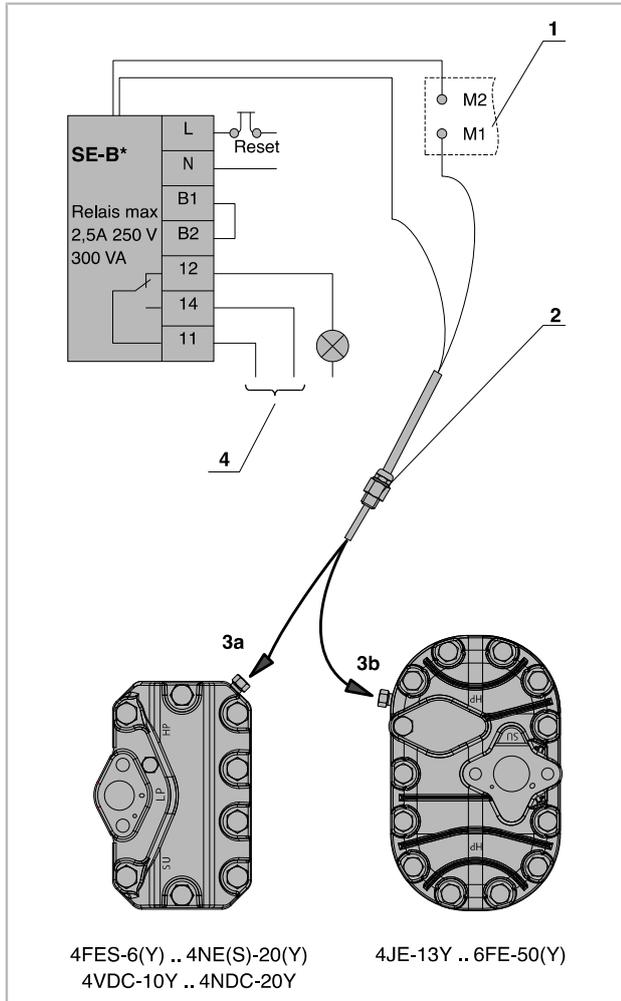

図 22：スタートアンローダー用の吐出ガス温度センサー
- 高圧 (HP) 接続口にセンサーエレメントを取り付けてください (12 ページの「単段コンプレッサーの接続図」の章を参照)。
- スタートアンローダー一体型コンプレッサーの場合：スタートアンローダー機能付きシリンダーヘッドにセンサーを取り付ける必要があります (21 ページの図 22 を参照)。
- 装置のケーブルをモーター温度センサーを直列に接続してください (端子ボックスに貼付されたラベルと 21 ページの図 22 を参照)。